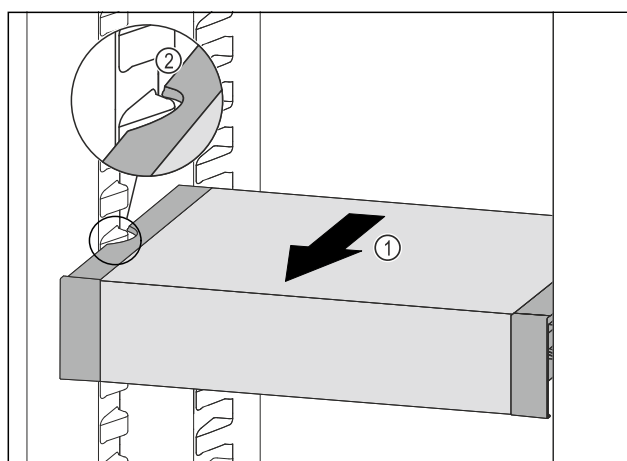

Fig. 89
- VarioSafe nach vorne ziehen Fig. 89 (1), bis sich die seitlichen Aussparungen des VarioSafes auf Höhe der Behälterrippe im Kühlteil befinden. Fig. 89 (2)